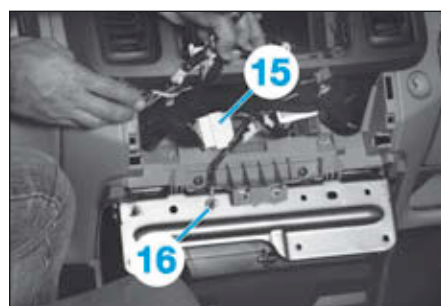

FIG.23
- Débrancher le connecteur (15) (Fig.23).